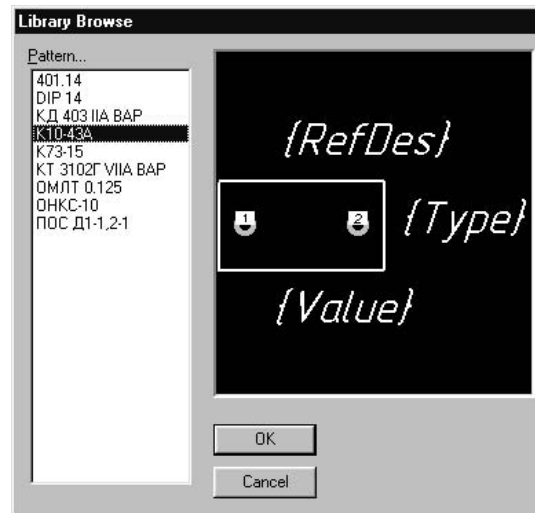

Рис.4.7.1
- В результате появится диалоговое окно **Component Information** (см. рис.4.2.2). В этом окне нажать кнопку **Select Pattern** и в появившемся окне **Library Browse** (рис.4.7.1) выбрать посадочное место конденсатора K10-43. В списке имеющихся посадочных мест выделить K10-43 и нажать кнопку ОК.